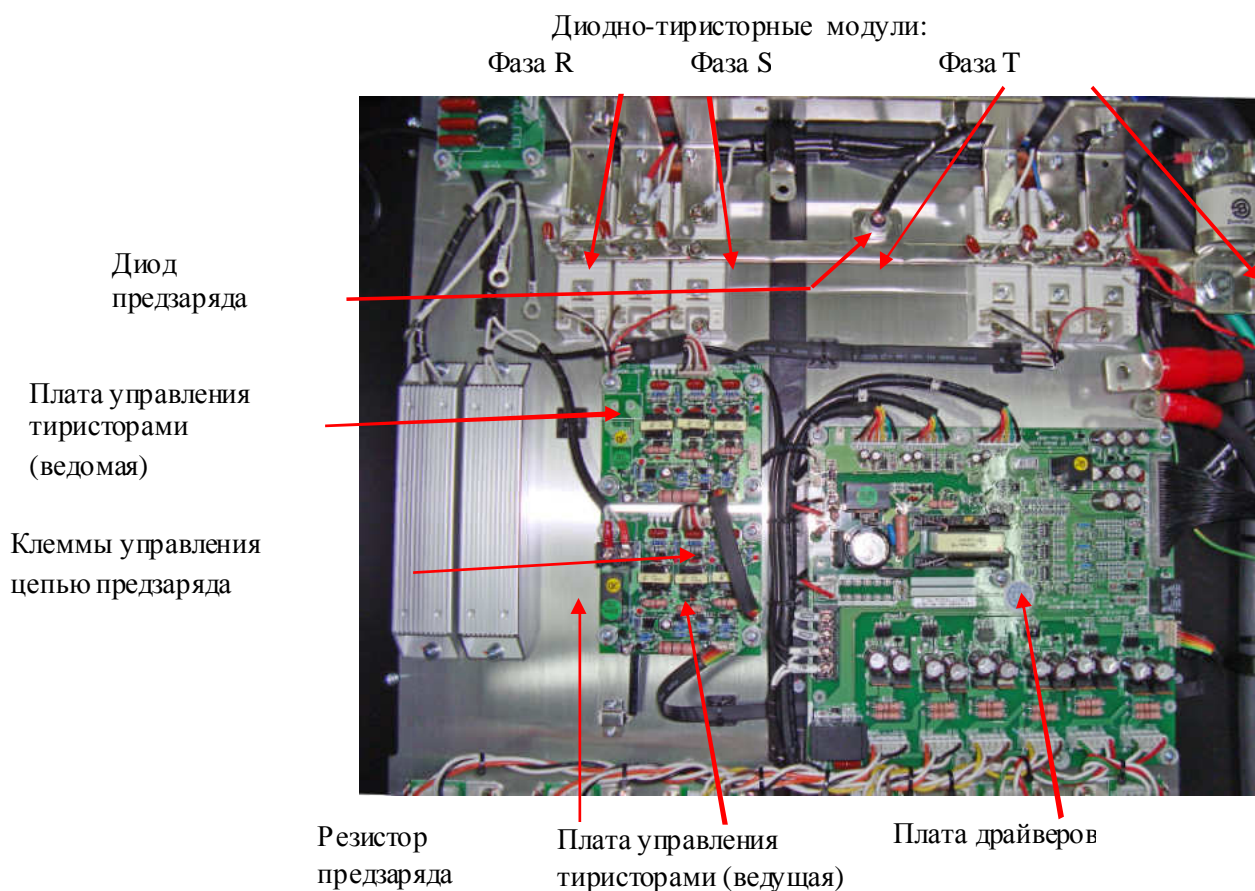

Рис. 4.7.
4.8.2.1. Демонтировать пульт управления, плату ЦП и блок конденсаторов в соответствии с разделом 5. Расположение диодно-тиристорных модулей показано на рис. 4.7.